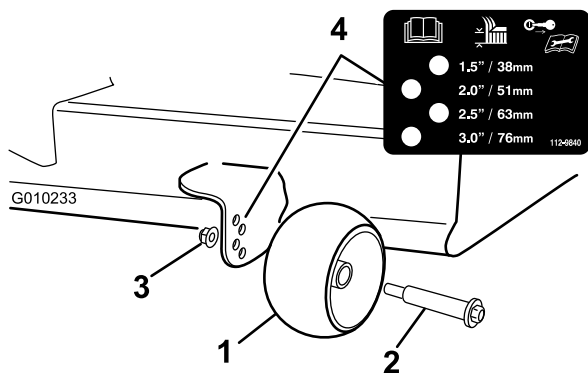

Figure 21
3. Réglez les galets anti-scalp (Figure 21) en fonction de la position de hauteur de coupe la plus proche.